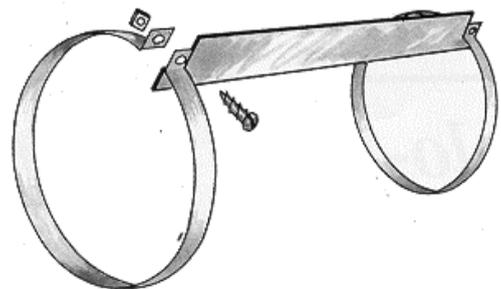

FIG. 2. As cintas de aço que prenderão as facas ao rolo, agarrando a madeira em toda a sua volta.
- 2 cintas de chapa, com tamanho equivalente ao diâmetro do tronco (Fig. 2), com os respectivos parafusos e porcas de fixação;